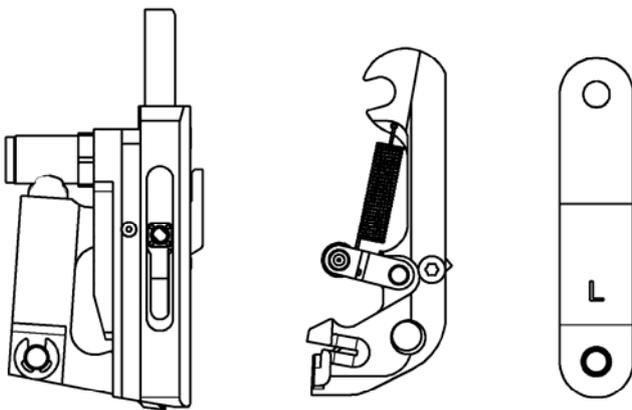
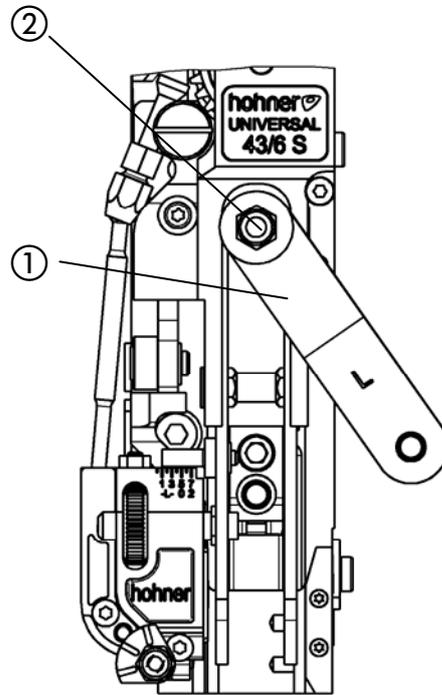
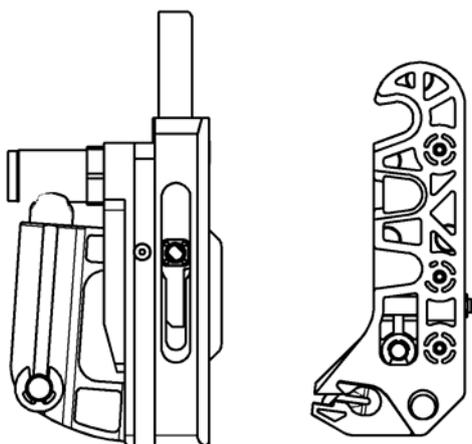

Abb. .20
Abb. 20a
Abb. 21
- Abb. 20 , Abb. 20a und Abb. 21 -